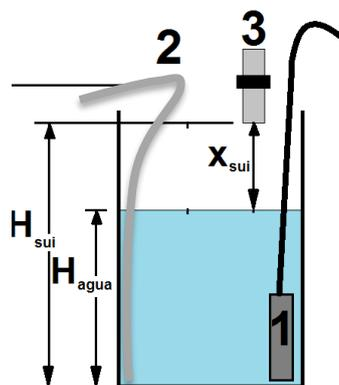

Figura 1. Sensor hidrostático (1), manguera flexible de sensor de presión diferencial (2) y sensor ultrasónico (3)
- 2) Colocar el sensor hidrostático en el fondo del recipiente tratando de acomodar el cable para que éste salga recto y por un costado en la parte superior del recipiente, el sensor ultrasónico en la parte superior usando su soporte midiendo la altura de instalación y la manguera flexible del sensor de presión diferencial hasta el fondo del tanque de tal manera que quede en posición vertical y adherida a la superficie interna del tanque (figura 1).